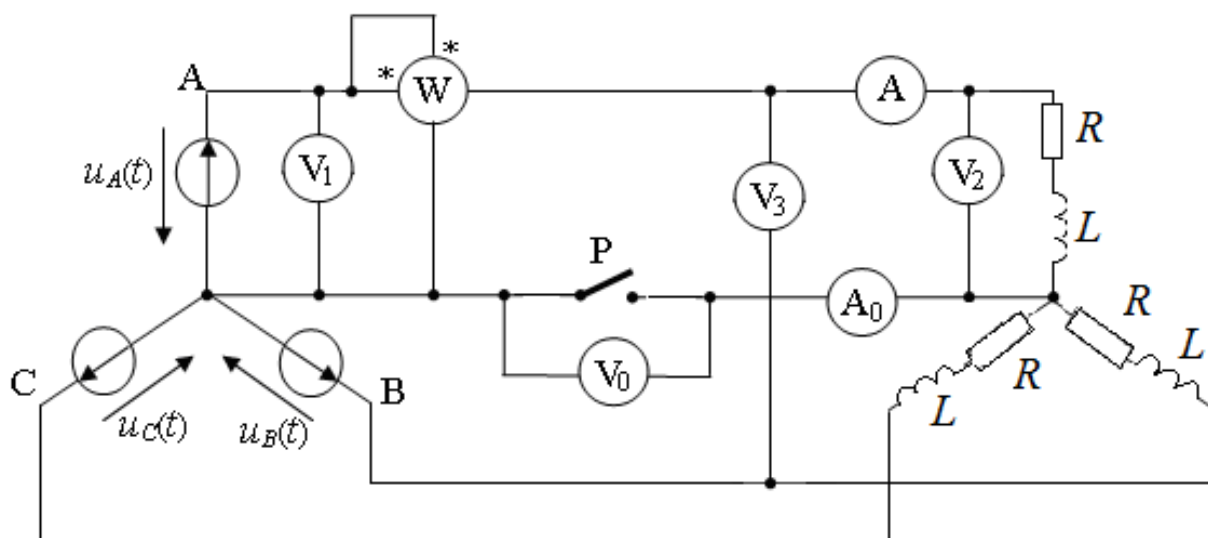

Рис. 1
Нагрузка трехфазной электрической цепи состоит из резисторов, индуктивных катушек и конденсаторов, соединенных последовательно в каждой фазе в разных сочетаниях. Источники и нагрузка соединены звездой. Один из вариантов схемы типового расчета представлен на рис. 1. Рассматриваемая цепь содержит различные измерительные приборы, показания которых рассчитываются в типовом расчете. Питание цепи осуществляется от симметричного несинусоидального источника напряжения. Напряжение фазы A :
1. Все измерительные приборы, включенные в схему, являются приборами электродинамической системы. На рис. 1 показан один из вариантов подключения приборов V_1 , V_2 , A , W , вольтметра V_3 , измеряющего действующее значение линейного напряжения U_{AB} для цепи с симметричной нагрузкой. Вариант подключения измерительных приборов показан для $n=1$.
2. Начертить схему рис. 1 с учетом подключения приборов в соответствии со своим вариантом (табл. 1). Номер варианта соответствует номеру, под которым фамилия студента записана в учебном журнале группы.